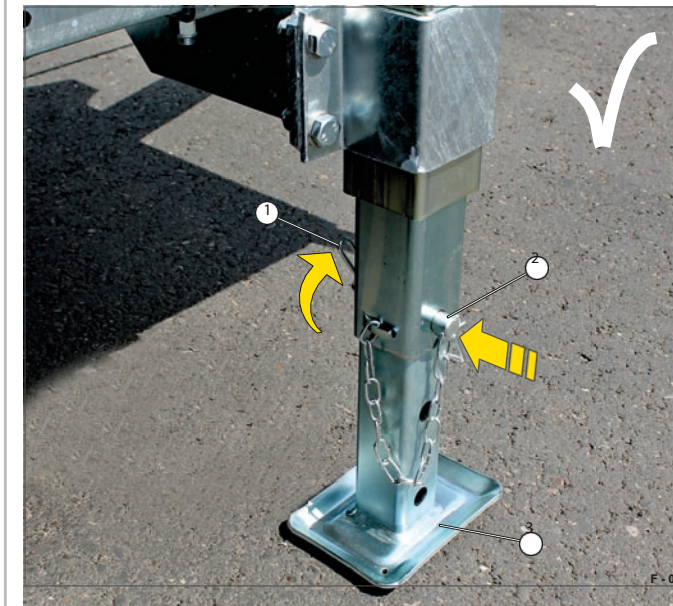

Fig. 16 Suporte da manivela telescópica na posição de apoio
- Empurrar a cavilha de encaixe (Fig. 16/2) através dos orifícios.
- Fixe a cavilha de bloqueio contra a queda - rode o suporte (Fig. 16/1) e coloque-o na cavilha de bloqueio.
- Colocar todos os suportes à mesma altura. O pé nivelador (Fig. 16/3) está fixo.